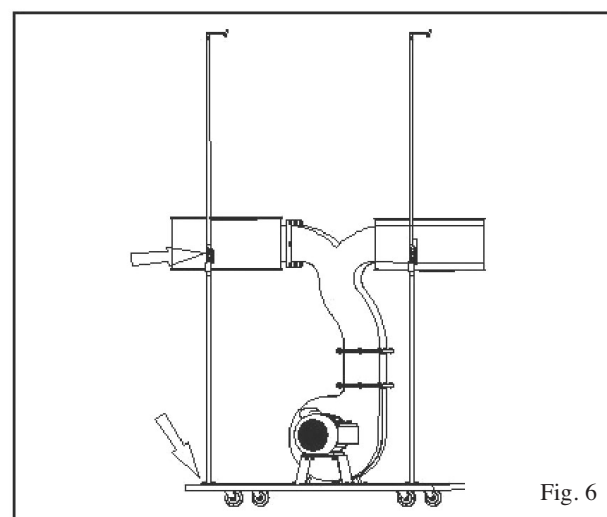

Fig. 6
Monter de to opsamlereholdere (F) og de to øverste poseholdere (E) som vist i Fig 6.